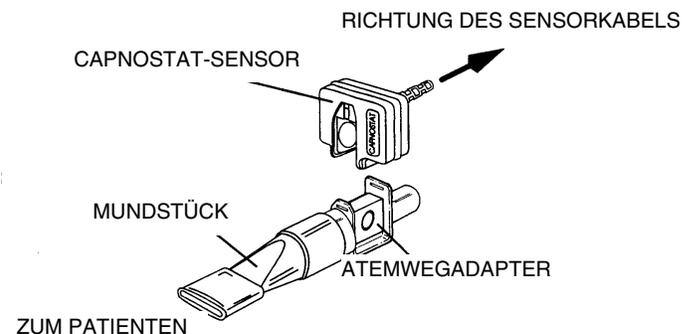

Abbildung 5
4. Der Patient muss das Mundstück mit dem Mund vollkommen dicht umschließen und normal atmen. (Siehe Abbildung 5.)